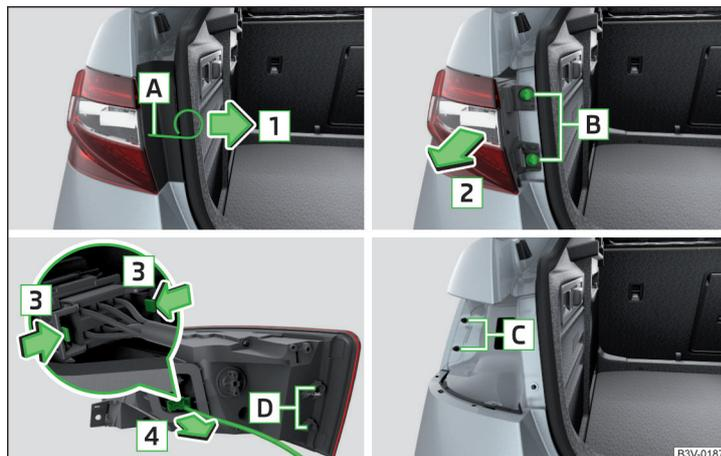

Fig. 275 Démontage des lampes / retrait de la fiche
- Insérer l'étrier dans l'orifice **A** » fig. 275 pour retirer les enjoliveurs intégraux de roue » page 234, *Outillage de bord*.
- Décaler le connecteur dans le sens inverse de la flèche **4** » fig. 275 dans l'éclairage.